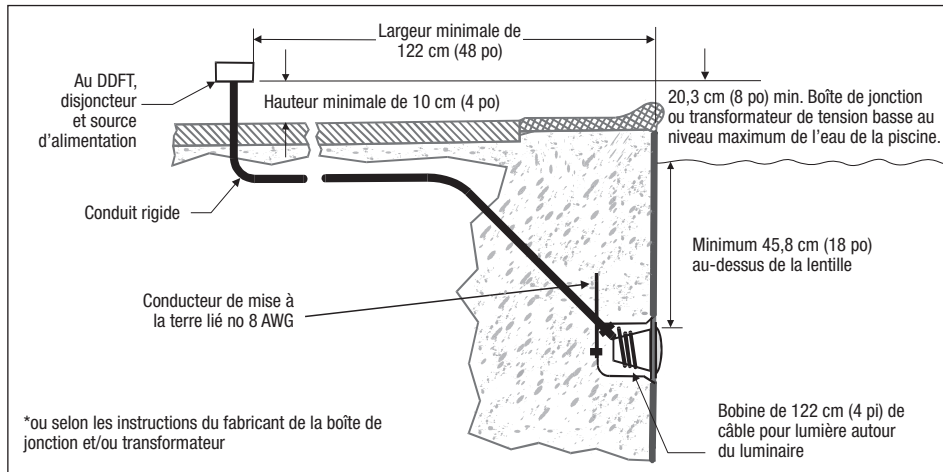

Figure 1. Installation de la niche de piscine
de l'eau, à au moins 10,2 cm (4 po) au-dessus du niveau du sol et à au moins 1,22 cm (4 pi) du bord de la piscine ou du spa. Reportez-vous à la *Figure 1*.
4. Une niche humide doit être installée de façon à ce que le bord supérieur du projecteur subaquatique soit à au moins 46 cm (18 po) en dessous (pas plus de 122 cm (48 po) en dessous au Canada) de la surface de l'eau de la piscine ou du spa. Reportez-vous à la *Figure 1*.
5. La niche humide doit être adéquatement reliée électriquement et mise à la terre au moyen d'un connecteur de terre AWG n° 8 proche de l'arrière de la niche. Reportez-vous à la *Figure 1*.